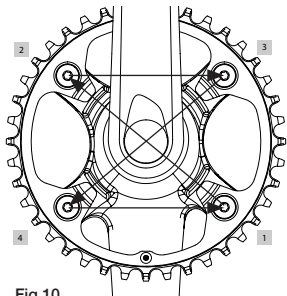

Fig.10
- Seguite un ordine a croce per il serraggio delle quattro viti (1-2-3-4) (Fig. 10).